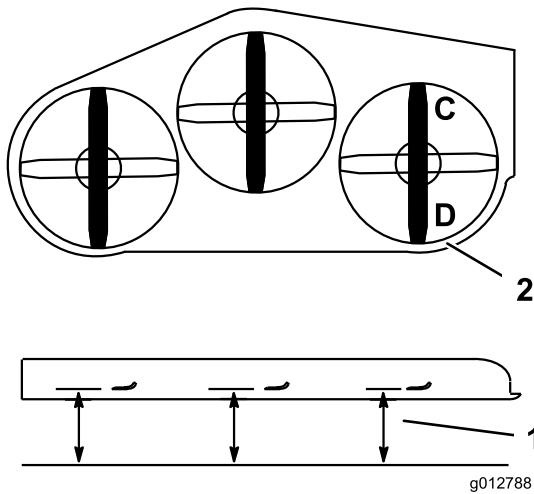

Figura 86
1. Coloque la cuchilla derecha en posición longitudinal (Figura 86).
2. Mida la cuchilla izquierda en la posición **C** desde una superficie nivelada hasta el filo de corte de la punta de la cuchilla, y anote esta medida (Figura 86).
3. Mida la cuchilla izquierda en la posición **D** desde una superficie nivelada hasta el filo de corte de la punta de la cuchilla, y anote esta medida (Figura 86).
4. La cuchilla del cortacésped debe estar entre 6 a 10 mm (1/4 a 3/8 pulgadas) más baja en la posición **C** que en la posición **D** (Figura 86). Si la distancia no es correcta, continúe con los pasos siguientes.